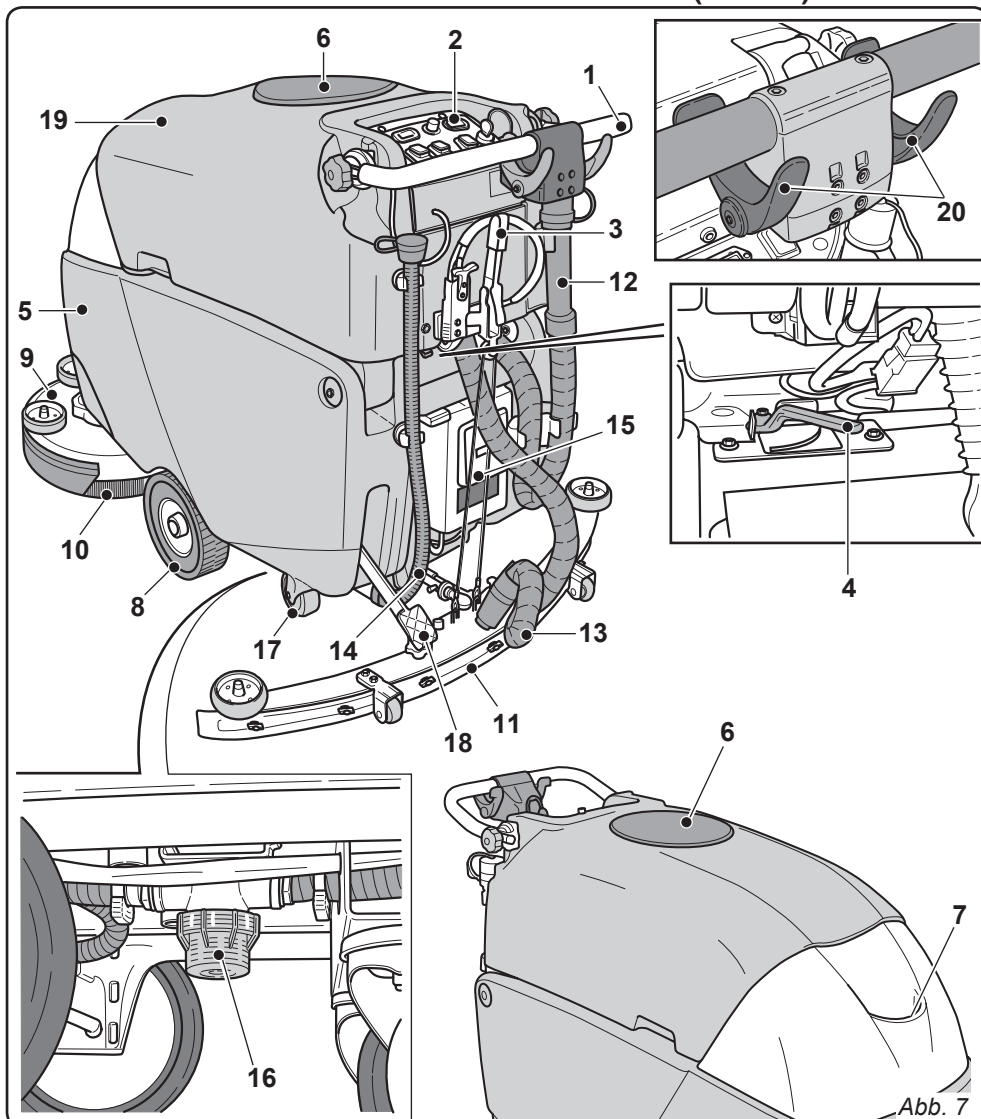

Abb. 7
- Ziehen sie den Stecker (1) der Batterie aus der Steckdose (2) der Anlage.
- Verbinden Sie den Stecker (1) der Batterie mit der Steckdose (3) des externen Ladegeräts.
- Am Ende des Ladevorgangs verbinden Sie wieder den Stecker (1) der Batterie an der Steckdose (2) der Anlage.
5.1 MASCHINENKENNTNISSE (Abb. 7)